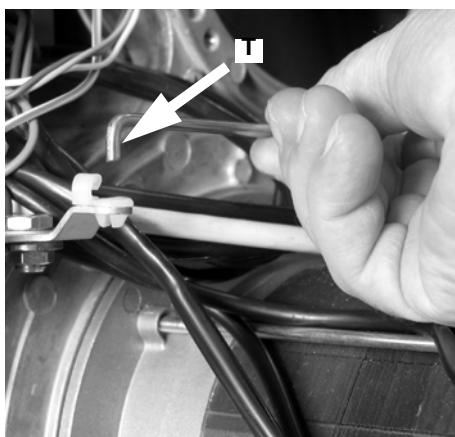

Рис. 28
- Вынуть анкерный болт Т с его грезда, как это указано на in Рис. 28.
- Вставить на место анкерный болт Т (Рис. 28).